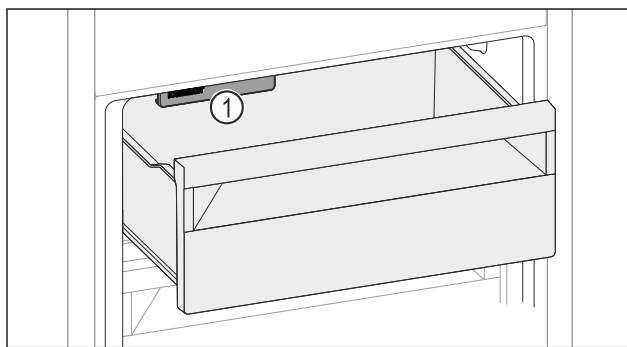

Fig. 169
- Tenez compte de l'IceMaker Fig. 169 (1).